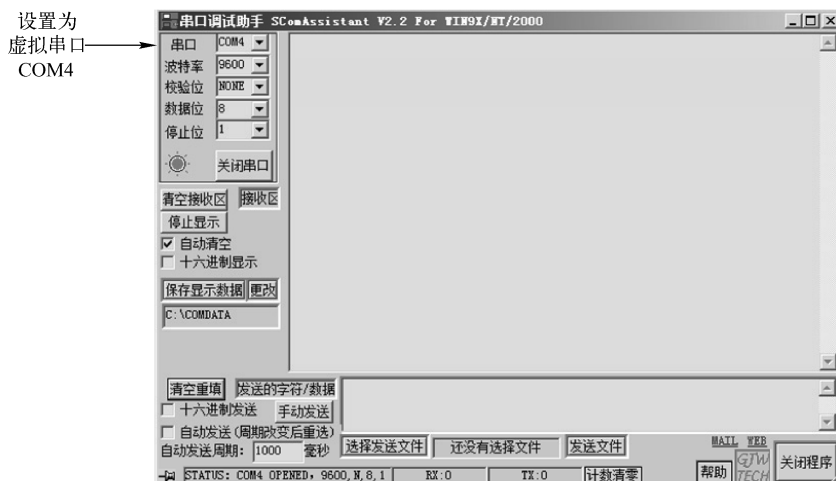

图 7.14 将串口调试助手和虚拟串口映射
(5) 启动串口调试助手，将其映射到两个虚拟串口中的另外一个上，如图 7.14 所示映射为 COM4，并且参考串行端口 COMPIM 的属性设置好相应的通信参数。